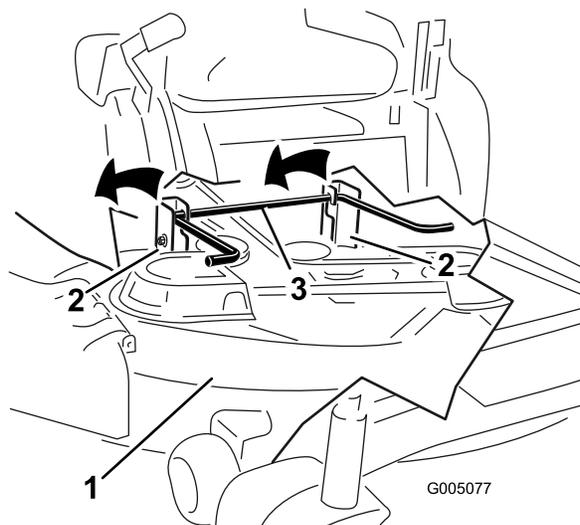

Figure 56
5. Soulevez l'arrière du plateau de coupe et guidez les supports sur la tige de levage arrière (Figure 56).